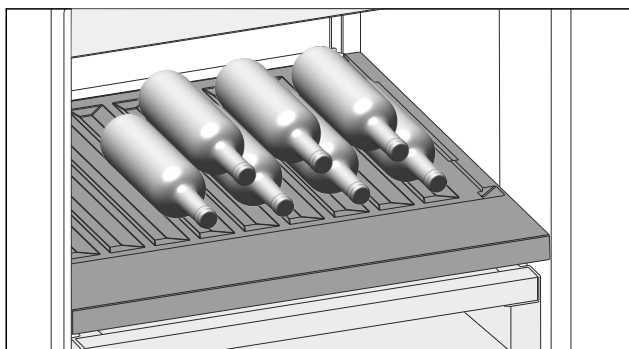

Fig. 210 Représentation à titre d'exemple
- Placer les bouteilles avec le fond orienté vers la paroi arrière de l'appareil. (voir Fig. 210)